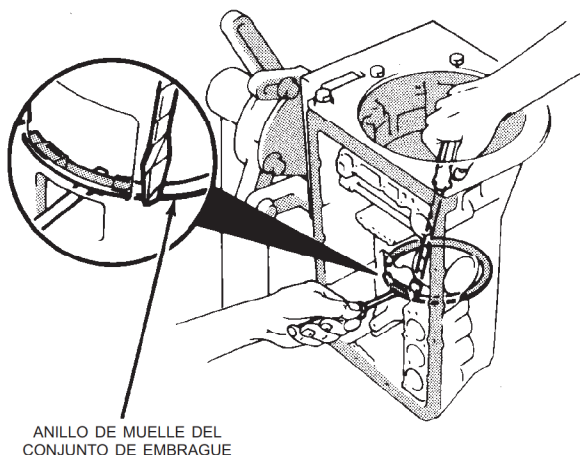

Fig. 113 Desmontaje del anillo de muelle del conjunto de embrague de freno de segunda
(47) Retire el anillo de muelle del conjunto de embrague de freno de segunda (Fig. 113).